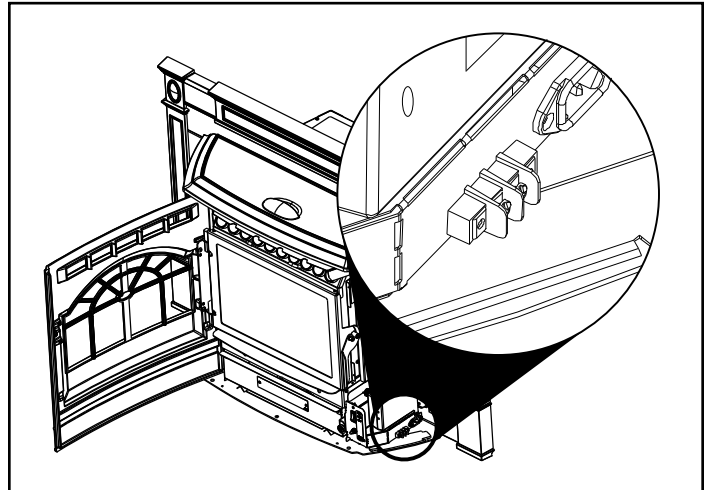

Figure 24.1
2. Connectez le fil du thermostat aux deux vis centrales du bornier du poêle. (Figure 24.1)
Il y a un bornier à 4 vis situé sur le coin inférieur gauche arrière du poêle directement au-dessus de l'entrée du cordon d'alimentation. Les 2 vis centrales sont pour les fils du thermostat (**Figure 24.1**).